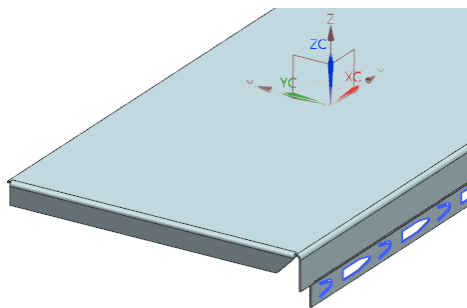

图 5-89 创建法向除料特征 2
(3) 设置“切割方法”为“厚度”，“限制”为“直至下一个”，单击按钮，创建法向除料特征 2，如图 5-89 所示。